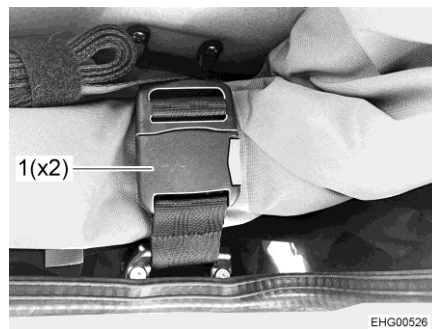

Bild 31 Gurtschloss
- Beide Gurtschlösser (Bild 31,1) öffnen.